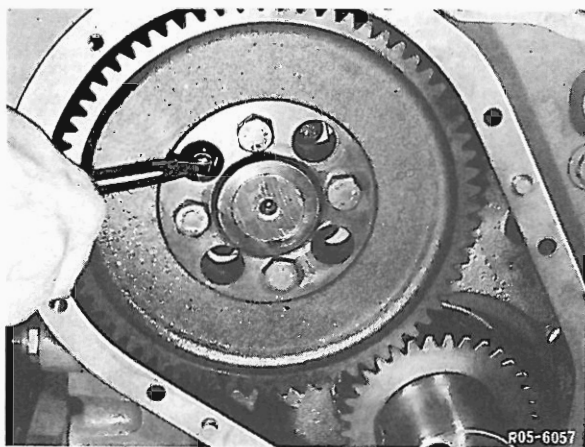

Bild 1
- 9 Druckscheibe zur Befestigung der Nockenwelle abschrauben (Bild 1).